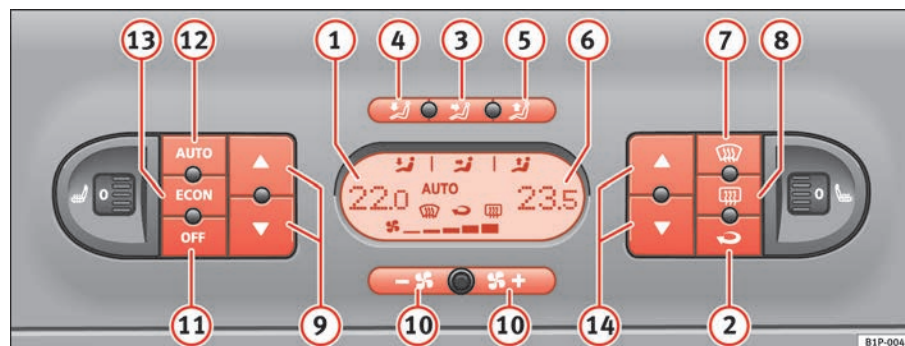

Fig. 112 Mandos del 2C-Climatronic en el tablero de instrumentos
⇒ página 157, fig. 112 (3) al (5), la tecla **ECON** o pulse las teclas de la turbina (10). El símbolo **AUTO** desaparecerá del display.
- Pulse la tecla  ⇒ **página 157, fig. 112 2** para conectar o desconectar la recirculación de aire. Está conectada si en el display aparece el símbolo .